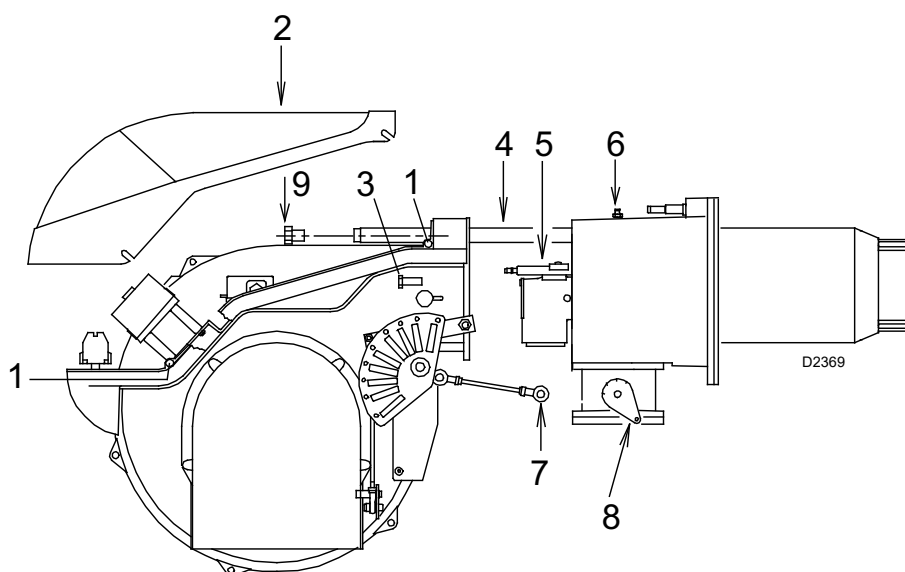

Fig. 37
- Allentare le 4 viti 1)(Fig. 37) e togliere il cofano 2).
- Rimettere le viti 3)(Fig. 37) e tirare delicatamente verso l'esterno i cavi di sonda ed elettrodo, fino a metterli in leggera tensione.